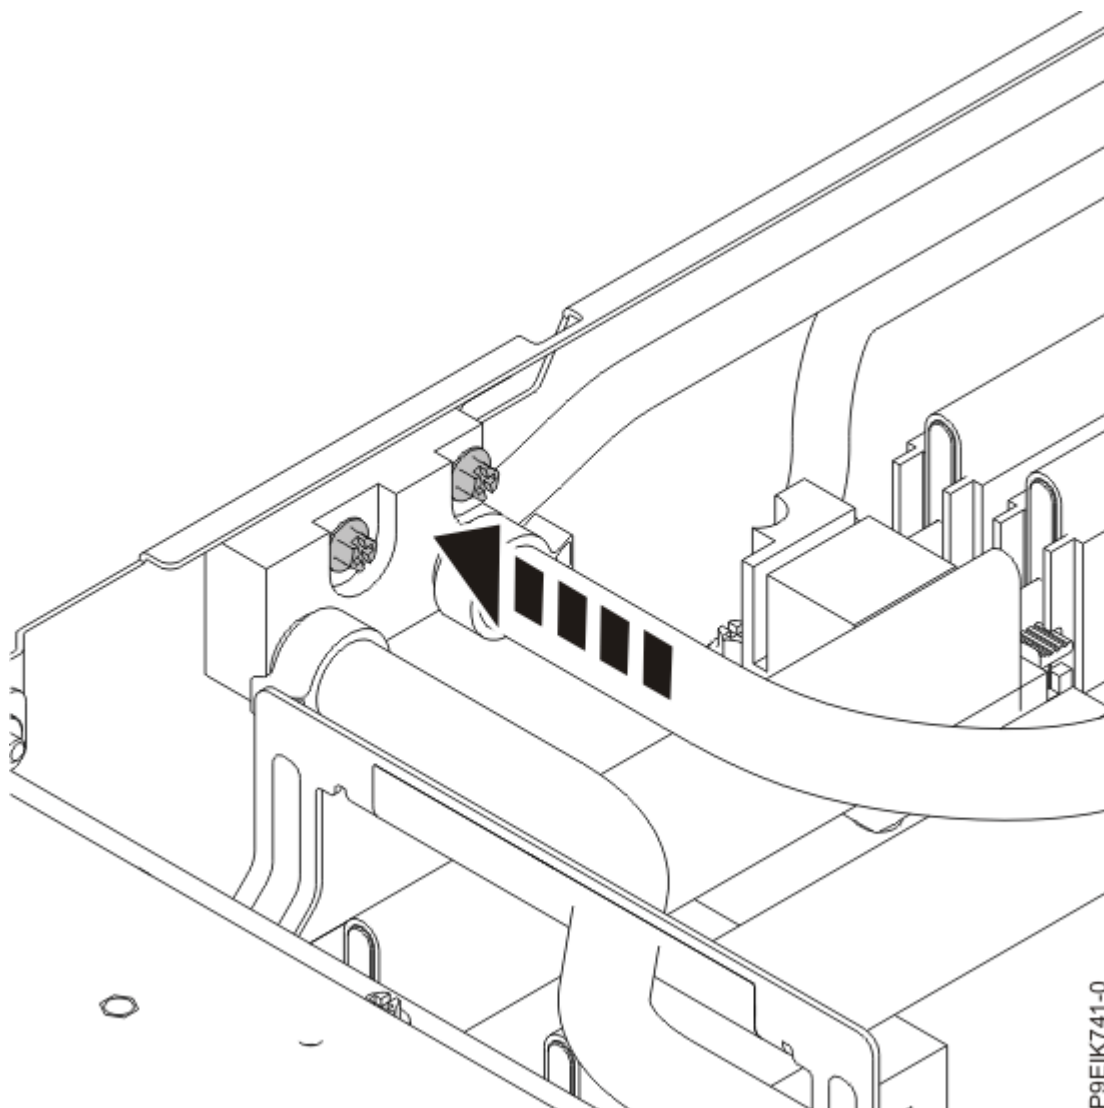

Figura 61. Sustitución de los tornillos de la pieza de sujeción lateral de conductos de agua
14. Sustituya los dos tornillos que fijan los conductos al lado izquierdo del chasis, tal como se muestra en la Figura 61 en la página 63.